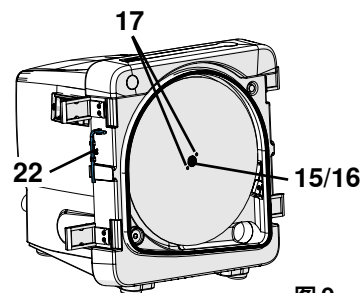

图 9
- 打开门锁 (图 9) 并移除修整机门,
| 磨片摆动       | 磨片未平放在凸缘上。               | 按照说明重新装上磨片（参阅第 5.4 章）注意磨片相对于锁销的准确定位（图 9 的 17！）清除磨片背面和凸缘的沉积物和污垢。                                     |